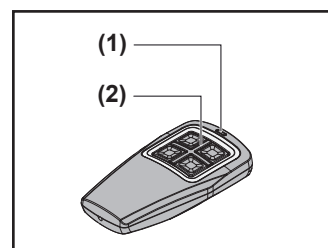
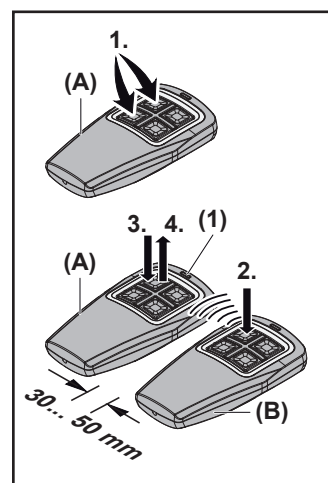

Fig. 1
Fig. 3
3 Beschrijving van het toestel (fig. 1)
5.2 De handzender gebruiken (fig. 1)
- Druk de toets (2) op de handzender in. De aan de toets gekoppelde functie (bijv. deur open / dicht) wordt uitgevoerd.
5.3 Een toetsfunctie kopiëren (fig. 3)
(Handzenderoverzicht, zie fig.1)